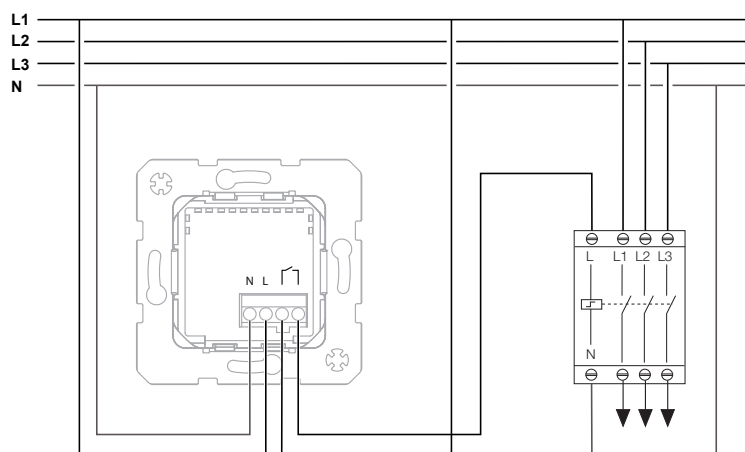

Bild 4
- i** Observera den tillåtna anslutna belastningen. Använd vid behov ett belastningsrelä (bild 4).
- Montera insatsen (1) i en apparatdosa, anslutningsplintarna ska vara nedåt.
- Sätt på ramen (2) och skruva fast den med fästelement (3).
- Sätt på och skruva fast monteringsenheten till Hotelcard (4).
- Fäst designkåpan (5) på monteringsenheten till Hotelcard.